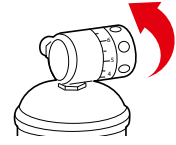

Fig. 6-14
25.5 - Ruotare la manopola di regolazione del riduttore di pressione portandola sul valore massimo di 5,5 Bar (0,55 MPa) vedi Fig.6-14, in questa fase e in quelle successive **si raccomanda di tenere la bombola verticale con la valvola rivolta verso l'alto**. Attendere circa un minuto per fare defluire la pressione all'interno dell'apparecchio e controllare che non vi siano perdite utilizzando un comune cercafughe spray a base di soluzione saponaria, nel caso si rilevassero delle piccole perdite di gas ruotare immediatamente la manopola di regolazione del riduttore di pressione sulla posizione OFF per chiudere il gas.